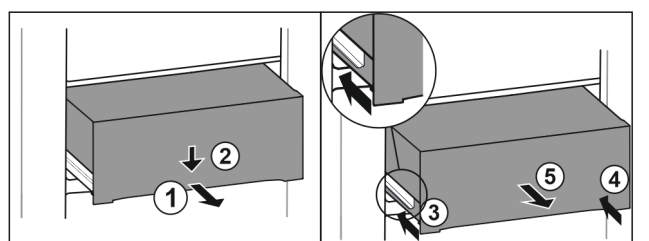

Fig. 135
- ▶ Schubfach halb herausziehen. Fig. 135 (1)
- ▶ Schubfach an der Vorderseite nach unten drücken. Fig. 135 (2)
- ▶ Linke Schiene etwa 2 cm einschieben. Fig. 135 (3)
- ▶ Rechte Schiene etwa 2 cm einschieben. Fig. 135 (4)
- ▶ Schubfach nach vorne entnehmen. Fig. 135 (5)